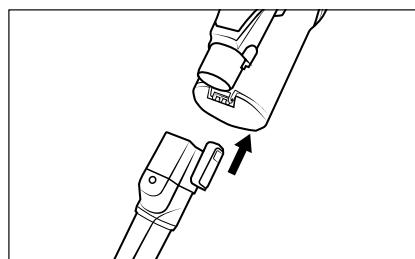

Abb. 14
- Verwenden Sie die Rundbürstendüse ⑯ mit ihren harten Borsten für tief sitzenden Schmutz bei groben Teppichen oder stark verschmutzten Autoinnenräumen. Der Bürstenaufsatzt lässt sich von der Düse entfernen, um z. B. im Auto rundliche Einsätze oder Haltetächer zu saugen.
- ◆ Schieben Sie das Zubehör auf das Saugrohr ④ oder auf die Saugöffnung des Gerätes, bis es mit einem Klickgeräusch einrastet (siehe Abb. 14). Achten Sie dabei auf die richtige Position der Verriegelung.